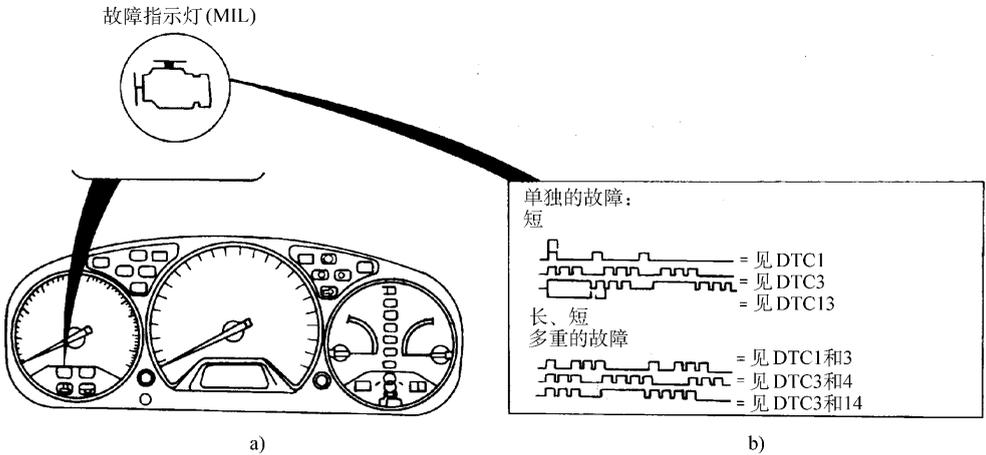

图 5-2 三菱轿车发动机二位数故障码显示规律
(6) 接通点火开关,则仪表板上的MIL指示灯会闪烁显示故障码。若MIL每秒闪烁2次,则表明系统是好的。若系统已有故障,仪表板上的故障指示灯会按图5-2所示的规律闪烁显示储存的二位数故障码。若系统有多个故障码,则每个故障码间,间隔2.5s,并按从小到大的顺序显示。重复显示时,间隔4.5s,记下故障码后,拆除跨接线。